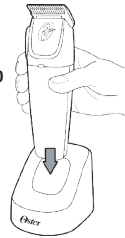

Figura 1
- Assicurarsi che il pulsante sull'unità sia posizionato su "OFF" (0).
- Inserire il trimmer nel supporto di ricarica, in modo che la parte superiore dell'unità sia rivolto verso l'operatore e che i contatti sul trimmer siano allineati con quelli nel supporto di ricarica. La parte superiore dell'unità con l'interruttore (Figura 1).